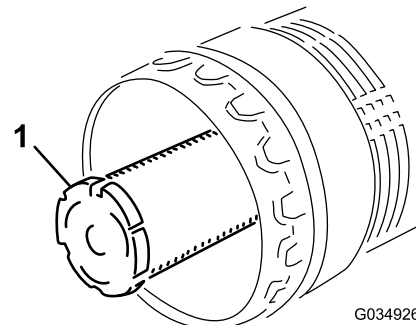

図 98
**注** 二次フィルタは、一次フィルタの3回目の整備時に交換してください 図 98。